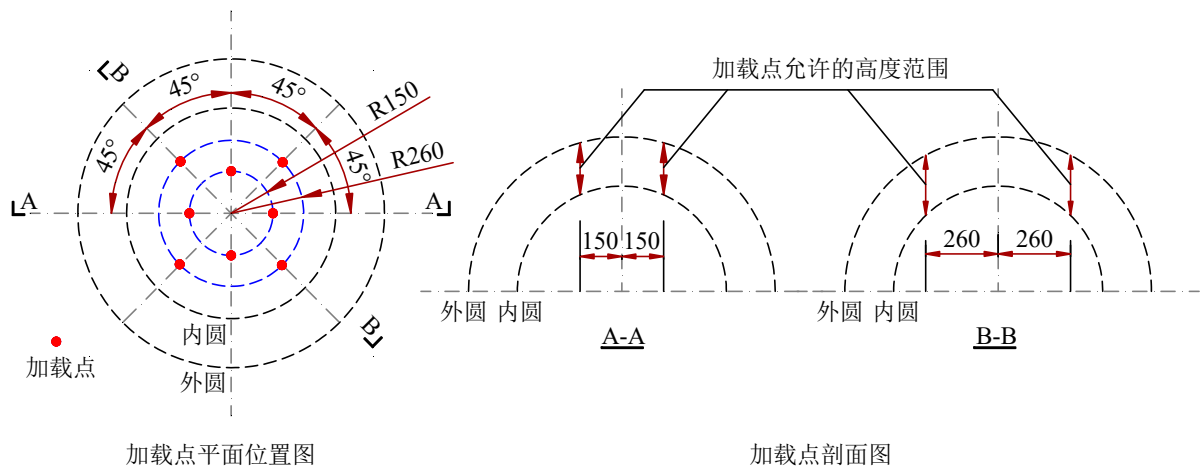

图3 加载点位置示意图
竞赛模型加载点见图 3，在半径为 150mm 和半径 260mm 的两个圆上共设置 8 个加载点，加载点允许高度范围见加载点剖面图，可在此范围内布置加载点。比赛时将施加三级荷载，第一级荷载在所有 8 个点上施加竖直荷载；第二级荷载在 $R=150\text{mm}$ (以下简称内圈)及 $R=260\text{mm}$ (以下简称外圈)这两圈加载点中各抽签选出 2 个加载点施加竖直荷载；第三级荷载在内圈加载点中抽签选出 1 个加载点施加水平荷载。具体加载方式详见 4.8。
(1)第一级加载：在图 3 中的 8 个加载点，每个点施加 5kg 的竖向荷载；并对竖向位移进行检测。在持荷第 10 秒钟时读取位移计的示数。稳定位移不超过允许的位移限值 $[w]=12\text{mm}$ (注：本赛题规则中所有的位移均是指位移绝对值，若在加载时，位移往上超过 12mm 也算失效)，则认为该级加载成功。否则，该级加载失效，不得进行后续加载。